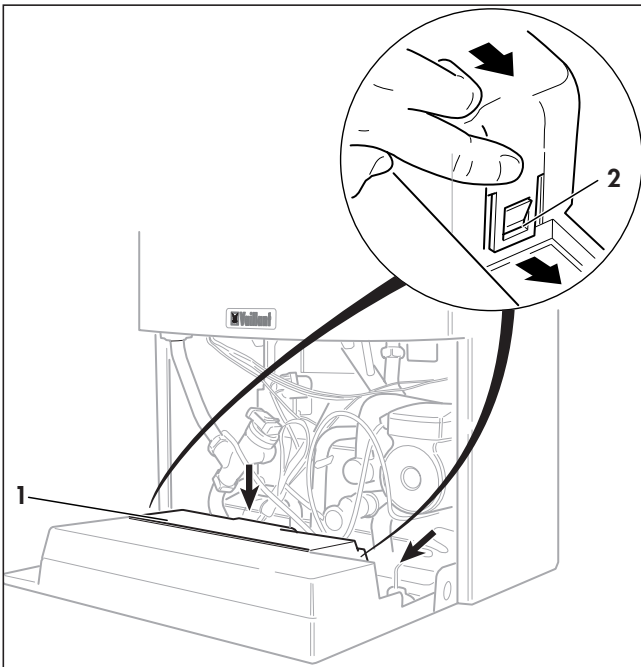

Fig. 3.12 Apertura de la parte trasera del panel de mandos
- Extraer la tapa trasera del panel de mandos (1) soltándola de los clips en los puntos (2) y retirarla (fig. 3.12).
- Cortar los cables de conexión (3) de acuerdo con la distancia que hay entre la regleta de bornes y el punto de toma de la corriente.